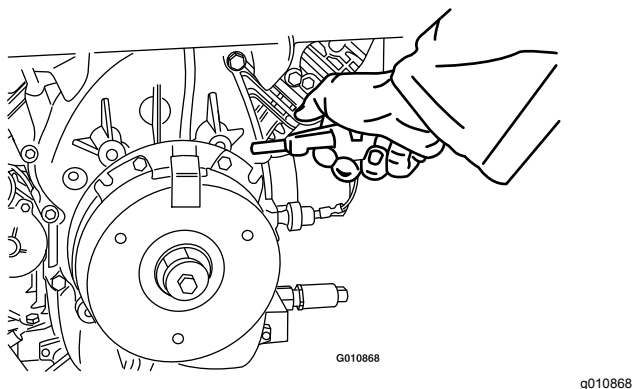

Figure 79
3. Soufflez de l'air comprimé sous le pôle et autour des entretoises du frein pour éliminer tout débris (Figure 79).